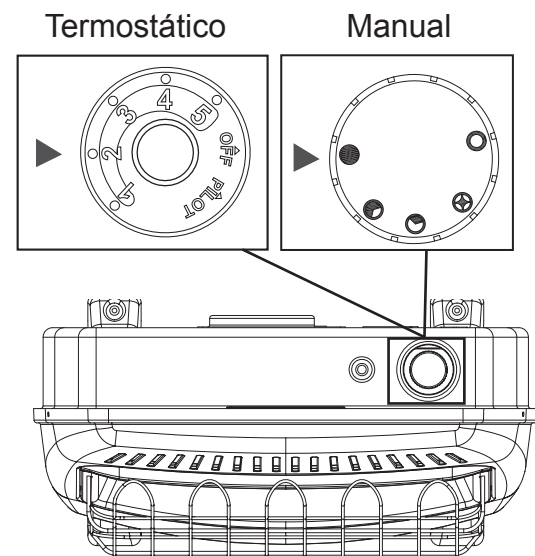

Fig. 25 - Posición de la perilla de control
El termostato usado en este calefactor detecta la temperatura ambiente. A veces, la temperatura ambiente puede ser mayor que la temperatura de ajuste. Si eso ocurre, el calefactor se apagará. El quemador se activará cuando la temperatura ambiente caiga abajo de la temperatura de ajuste. La perilla de control se puede ajustar a cualquier nivel de comodidad entre "HIGH" (5) y "LOW" (1) (Ver Fig. 25).
Gire la perilla de control hacia la izquierda al ajuste deseado que se ponen manualmente en la posición "OFF"  (Ver Fig. 25).